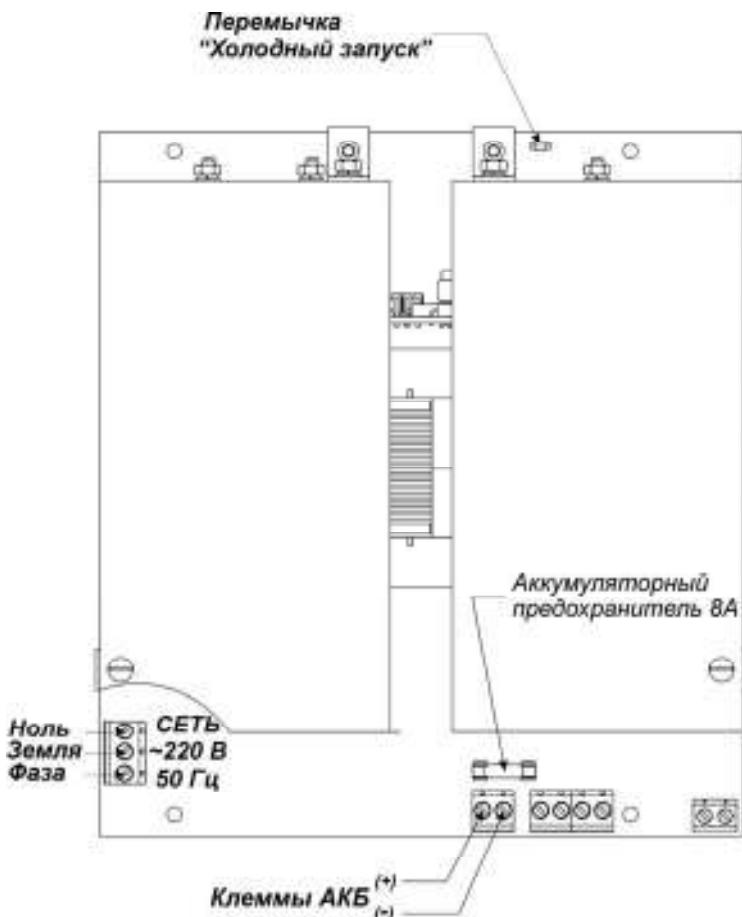

Рисунок 4
При отсутствии сетевого напряжения изделие может быть запущено в работу от батареи, при этом батарея должна быть заряжена до напряжения не менее 23В. Для этой цели в изделии установлена «ПЕРЕМЫЧКА ХОЛОДНЫЙ ЗАПУСК» см. рис.4.
- кратковременно, на 1 сек, замкнуть контакт перемычки холодного запуска см. рис.4.